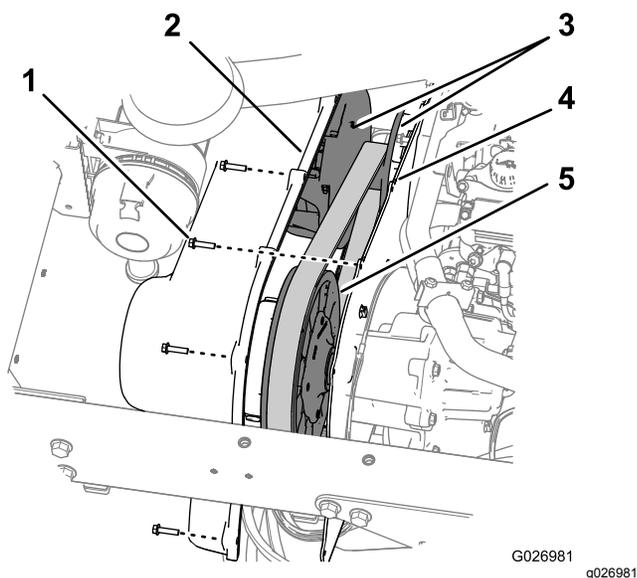

图64
1. 卸下将变速箱盖固定至变速箱安装板的9个六角垫圈螺栓 $\frac{1}{4}$ x 1英寸图64。
5. 将变速箱盖上的孔与安装板上的孔对齐图64。
6. 使用在步骤图64中卸下的9个六角垫圈螺栓 $\frac{1}{4}$ x 1英寸将盖子固定到安装板上1并上紧螺栓扭矩至10.212.4N·m。